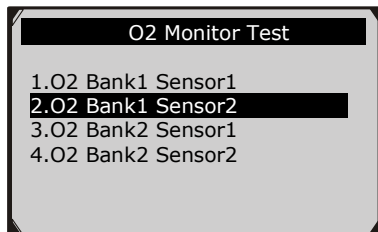

Figura 5.24
- 3) Utilice el botón de **ARRIBA / ABAJO** para seleccionar el sensor de O2 en el menú **Prueba de control O2** y pulse el botón **OK**. (Figura 5.24)